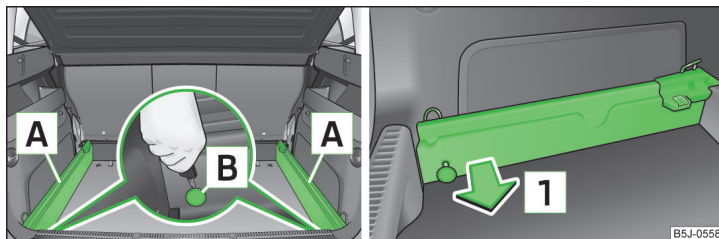

Fig. 68 Portbagajul: Eliberarea punctelor de asigurare/Scoaterea șinelor
- Slăbiți punctele de asigurare **B** » fig. 68 ale șinelor portante, cu cheia, respectiv cu o șurubelniță plată.
► Pe fiecare șină de susținere, apăsați punctul de asigurare **B** » fig. 68 până la limită.